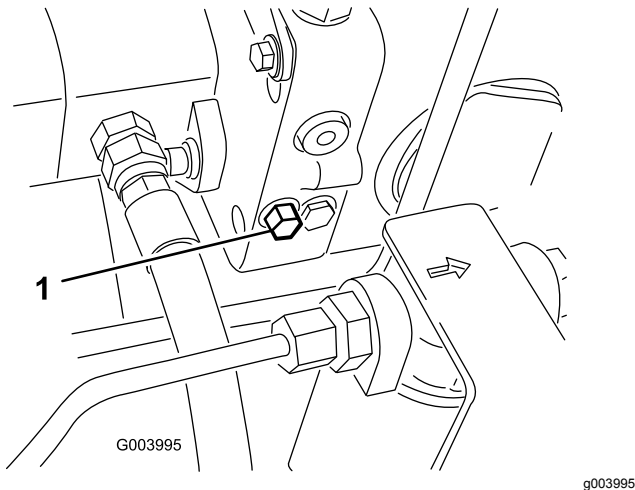

Figura 41
1. La válvula de desvío está situada en el lado izquierdo del hidrostato (Figura 41). Gire el perno una vuelta y media para abrirla y dejar pasar el aceite internamente. Puesto que el fluido se desvía, la máquina puede ser movida lentamente sin dañar la transmisión.